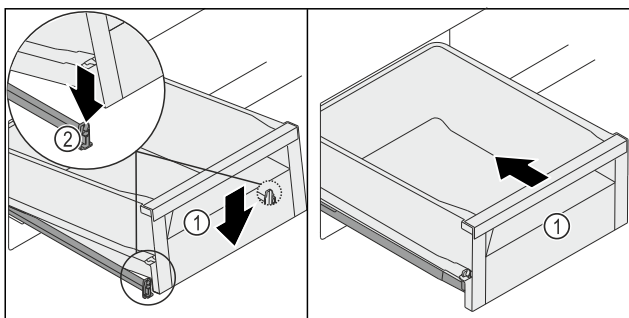

Fig. 136
- Опустіть висувний ящик Fig. 136 (1) спереду так, щоб він увійшов у затискач Fig. 136 (2) ліворуч і праворуч.
- Висувний ящик Fig. 136 (1) чутно зафіксується з характерним звуком.
- Всуňte висувний ящик Fig. 136 (1).